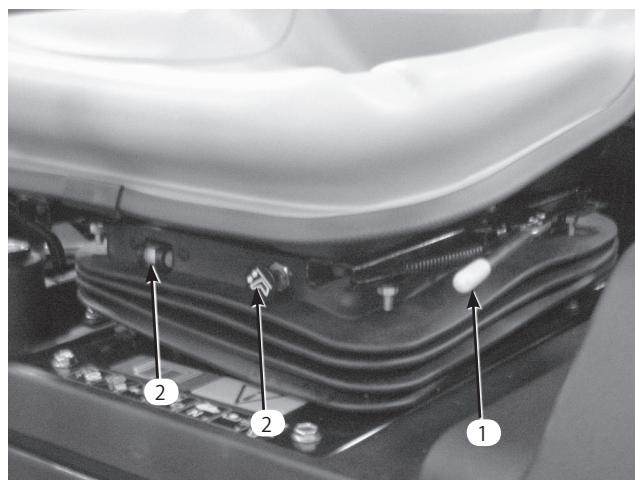

図28
- 前後調整レバー(図28)：座席の下左側にあります。
- 体重調整ノブ(図28)：オペレータの体重に合わせて調整します。
- 体重ゲージ(図28)：調整が体重にあっているかどうかを表示します。